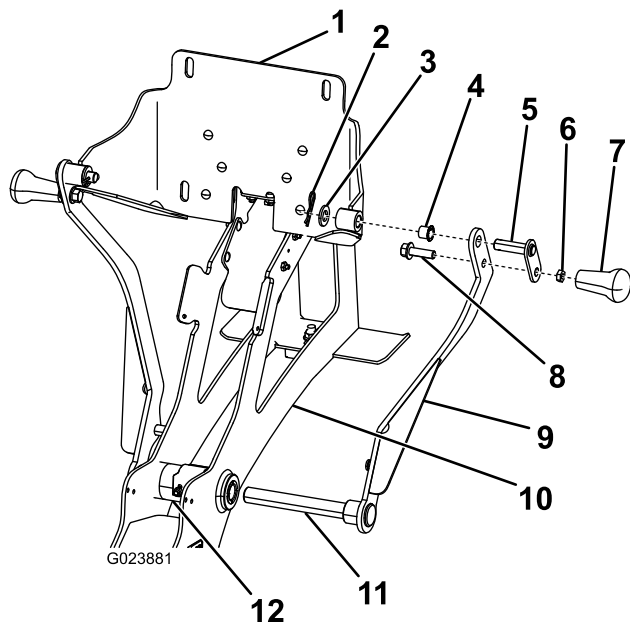

Figure 6
1. Insérez l'axe du bras de berceau droit dans la tige d'articulation (Figure 6).
2. Fixez le bras gauche, sans serrer, contre l'axe exposé de l'autre côté du cadre (Figure 6).
3. Sur la plaque d'appui, insérez les 2 petites bagues dans les points de pivotement (Figure 6).
4. Mettez la plaque d'appui en position entre les trous supérieurs de chaque bras (Figure 6).
5. Introduisez un axe de pivot dans le trou supérieur du bras et dans la plaque d'appui (Figure 6).
6. Fixez la poignée à la plaque d'appui au moyen d'une rondelle plate et d'une goupille fendue, comme montré à la Figure 6.
7. Fixez les poignées dans les trous inférieurs des bras au moyen d'un boulon ($\frac{3}{8}$ " x $1\frac{1}{4}$ ") et d'un contre-écrou ($\frac{3}{8}$ "). Figure 6
8. Fixez l'axe de pivot supérieur du bras de berceau gauche à la plaque d'appui avec une rondelle (0,5") et une goupille fendue (Figure 6).